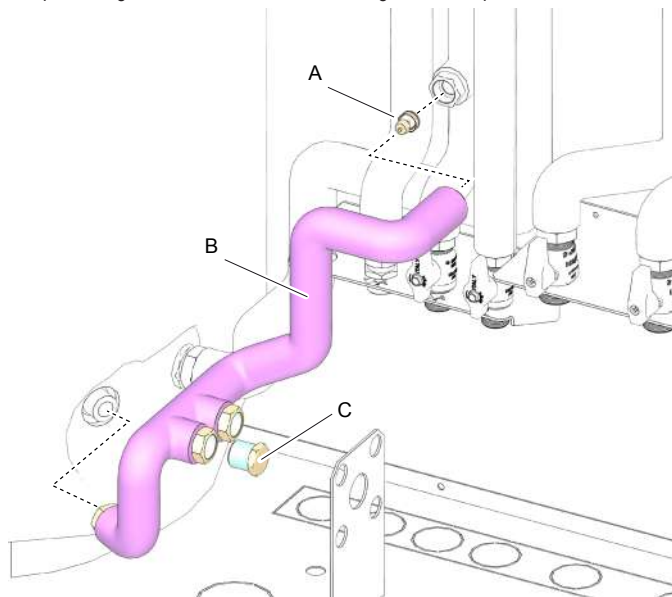
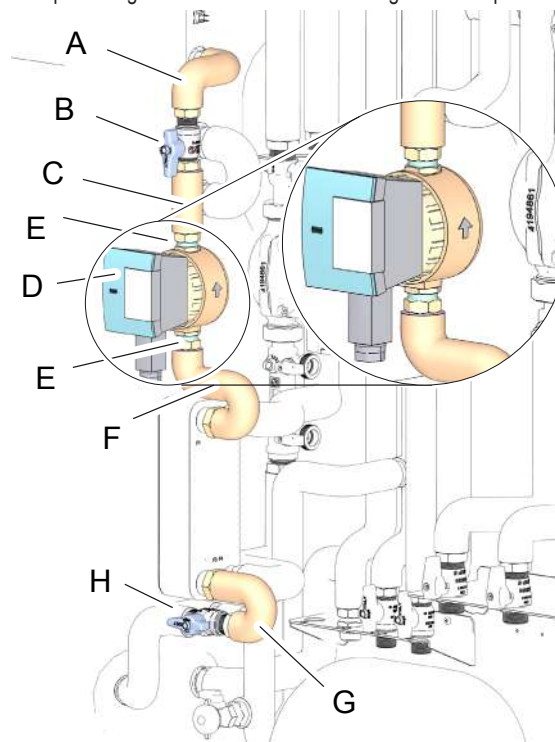

fig. 34 -
fig. 47 -
Montare la valvola di non ritorno (part. A "fig. 34 -"), montare tubazione 3841T910 (part. B "fig. 34 -") avendo cura di premontare il tappo (part. C "fig. 34 -"). Per cia-scun punto di giunzione aver cura di inserire guarnizione piana.
- tubazione cod. 3841T260 (part. A "fig. 47 -")
- rubinetto intercettazione M/M (part. B "fig. 47 -")
- tubazione cod. 3841T270 (part. C "fig. 47 -")
- circolatore ACS STAR-Z NOVA (part. D "fig. 47 -"), avendo cura di montarlo con la freccia stampata sul corpo pompa rivolta in alto
- nippli di giunzione (part. E "fig. 47 -")
- tubazione cod. 3841T280 (part. F "fig. 47 -")
- tubazione cod. 3841T290 (part. G "fig. 47 -")
- rubinetto M/M (part. H "fig. 47 -") avendo cura di smontare il tappo premontato (vedi "fig. 34 -" a pagina 17).